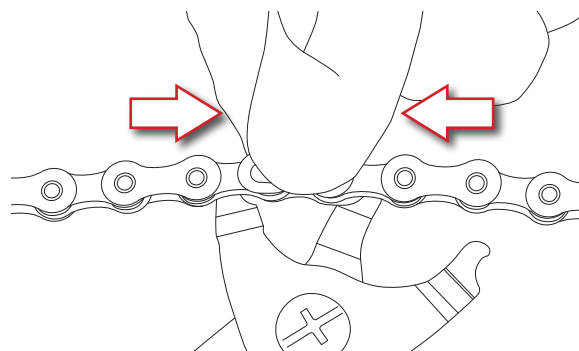

Fig.13
- Comprimate la C-Link™ spingendo da entrambi i lati (interno ed esterno) e contemporaneamente azionare la pinza per avvicinare i due perni (Fig. 13).